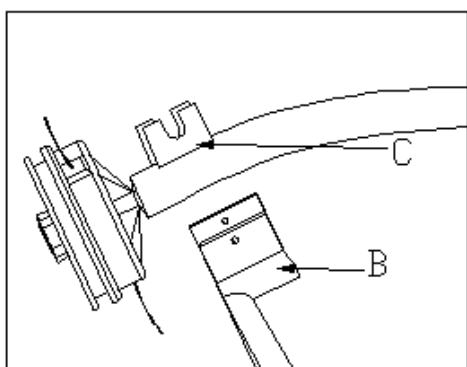

Fig.2A
Placez le capot (B) sur la patte (C), insérez le boulon (E) et l'écrou (F), enfin serrez fortement (voir Fig 2A et Fig 2B).